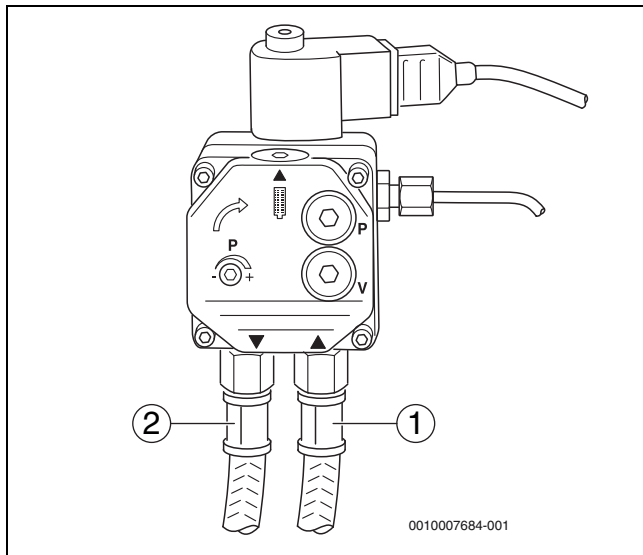

Fig. 16 Pompe à fioul – Danfoss
- ▶ Veiller à ne pas intervertir les conduites d'aspiration de fioul et de retour lors du raccordement du dispositif d'alimentation en fioul (→ fig. 16 et 17).